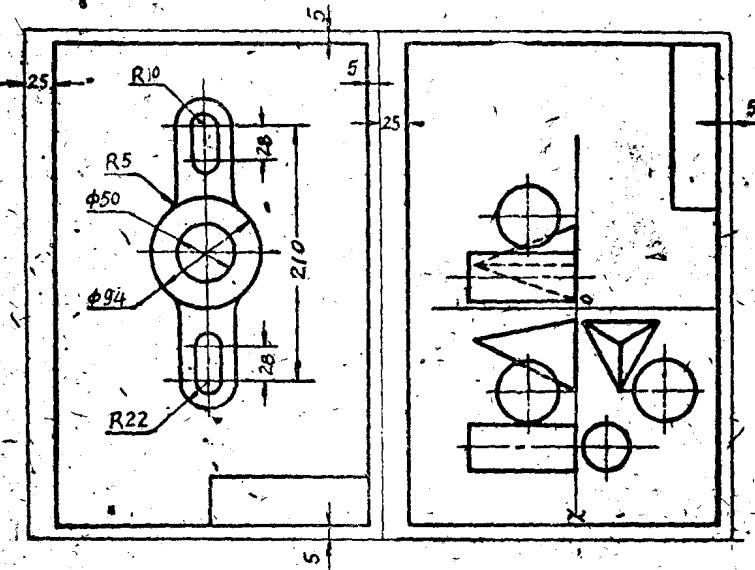

图 2.
1. 本次作业画在 3 号图纸上，分二栏。第一栏作第 2 题，第二栏在学完第五章后作第 11 题。图画布置如图 2 所示。